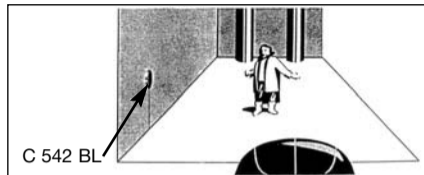

Abb. 4: Mikrofon an einer Grenzfläche montieren
- Siehe Abb. 4. Sie können auch eine in der Nähe des Aufnahmeobjekts befindliche schallharte Wand (keine Tapeten oder Dämmplatten) als Grenzfläche benutzen. Diese Wand sollte möglichst eben und schallreflektierend sein. Die Mikrofonplatte hat drei Löcher für die Montage an der Wand oder Decke. Zur besseren Körperschalldämpfung empfehlen wir, die Gummifüßchen in den Löchern zu belassen.